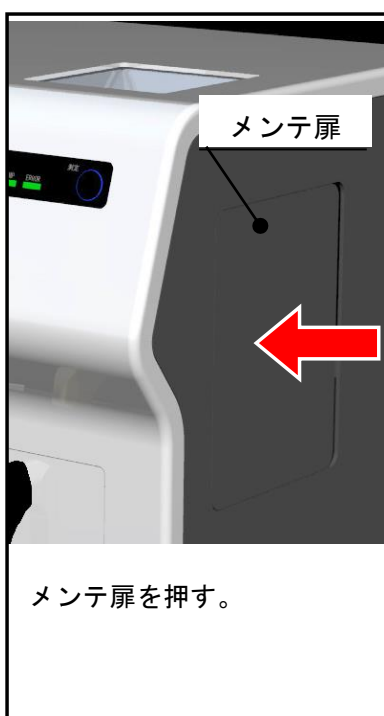

図1. メンテ扉の開放
- (1) 本機の電源スイッチを切り、電源コードをコンセントから抜きます。
- (2) 本体右側面のメンテ扉を押して、扉を開けます(図1)。